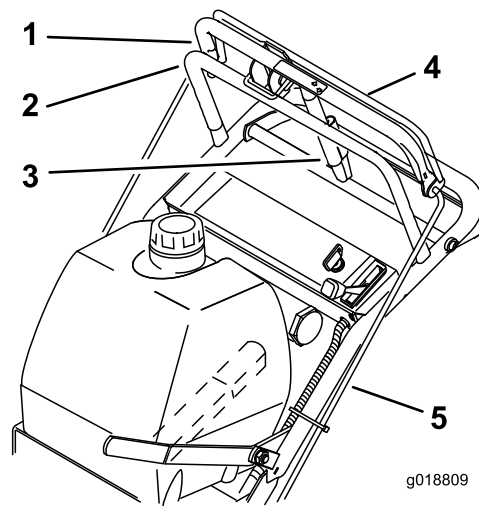

Figura 18
- Compruebe el espacio entre la barra de control superior y la barra fija con la transmisión de las ruedas totalmente engranada. La distancia debe ser de 25 mm a 32 mm (1" – 1 1/4") aproximadamente, como se muestra en la Figura 18.